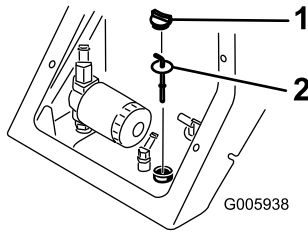

Figure 39
4. Nettoyez la surface autour du goulot de remplissage du réservoir hydraulique (Figure 39).
5. Enlevez le bouchon du goulot de remplissage et vérifiez le niveau de liquide sur la jauge (Figure 39).